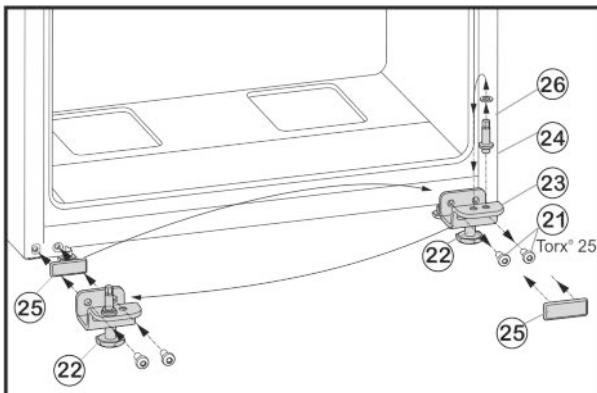

Fig. 6
- ▶ Открутите крепежные винты Fig. 6 (21).
- ▶ Снимите нижний опорный кронштейн Fig. 6 (23) вместе с опорным пальцем Fig. 6 (24), шайбой Fig. 6 (26) и регулируемой опорой Fig. 6 (22).
- ▶ Открутите опорный палец Fig. 6 (24) вместе с шайбой Fig. 6 (26) и, переставив в отверстие на противоположной стороне опорного кронштейна, снова прикрутите.
- ▶ Аккуратно снимите защитную пластины Fig. 6 (25) и переставьте ее на противоположную сторону.
- ▶ Прикрутите нижний опорный кронштейн Fig. 6 (23) вместе с опорным пальцем Fig. 6 (24), шайбой Fig. 6 (26) и регулируемой опорой Fig. 6 (22) с новой стороны шарнира (**с моментом 4 Нм**), при необходимости используйте аккумуляторный шуруповерт.
- ▶ Установите нижнюю дверцу сверху на опорный палец Fig. 6 (24).
- ▶ Выверните регулируемую опору Fig. 6 (22) на нижнем опорном кронштейне Fig. 6 (23) до ее соприкосновения с полом.